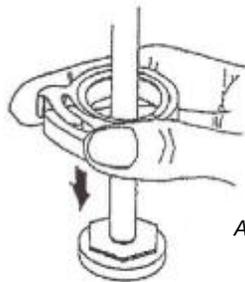

Abbildung 8.40
1. Montagezubehörteil für den äußeren Taucher am äußeren Kolbenschaft anbringen, Rohrklemme um den Teil befestigen (Spalt muß gegenüber vom Klemmenverschluß liegen), dann den Teil über den Kolben hinunterschieben (vgl. Abb. 8.40).